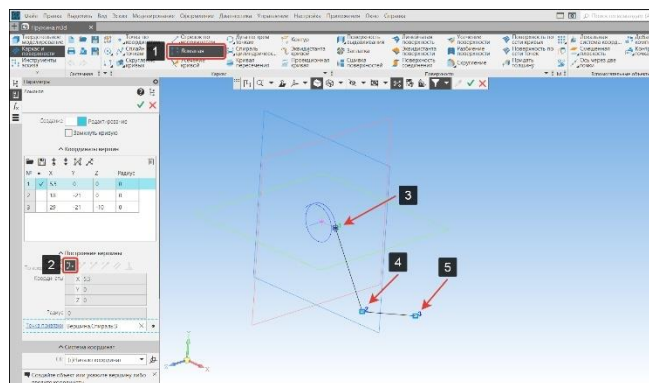

Рисунок 176 – Построение каркаса
- В панели Каркас выберем команду Ломаная (1) (Рисунок 176);
- Зададим способ построения вершин По координатам (2) (Рисунок 176);
- Построение необходимо вести из конца цилиндрической спирали (3) (ломаная должна привязаться к этой точке) и построить еще две точки 4 и 5 (Рисунок 176);